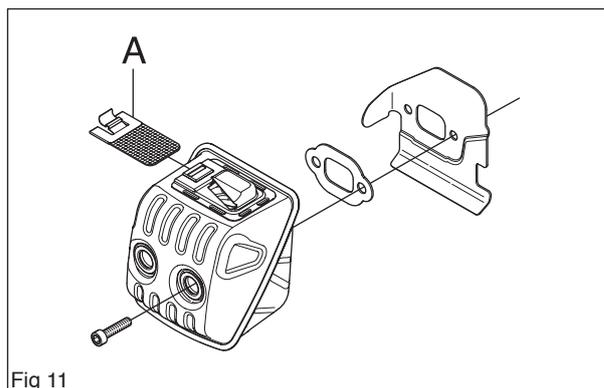

Fig 11
Si la tronçonneuse est équipée d'un pare-étincelles (A), le retirer. Si nécessaire, utiliser la clé universelle pour abaisser le bord de la plaque et pour retirer le pare-étincelles (voir la figure 11)